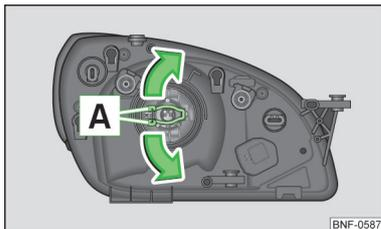

Fig. 129
- Poussez l'étrier de sûreté **A** » fig. 129 en direction du phare, puis décrochez-le dans le sens des flèches.